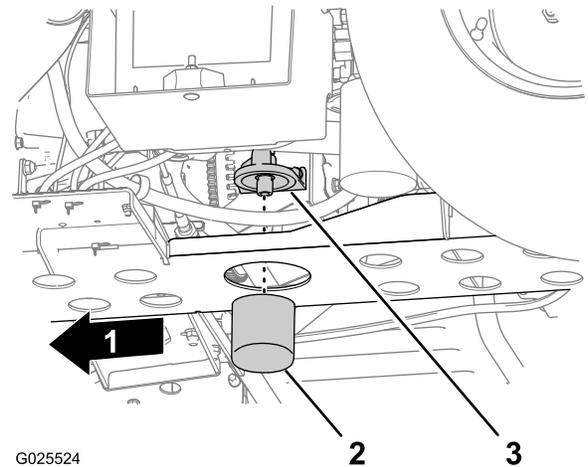

Figura 53
- Retire o filtro do óleo do adaptador do filtro (Figura 53).
- Limpe a base vedante do adaptador do filtro (Figura 53).
o filtro no sentido dos ponteiros do relógio mais 1/2 a 2/3 de volta (Figura 53).